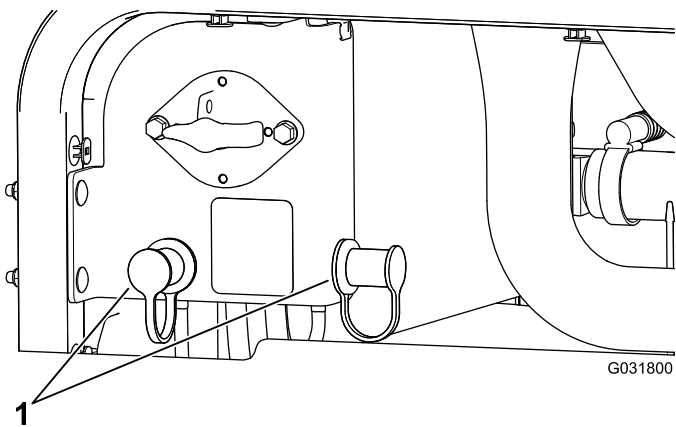

Рисунок 107
3. Снимите крышки со штырей запуска от внешнего источника (Рисунок 107).